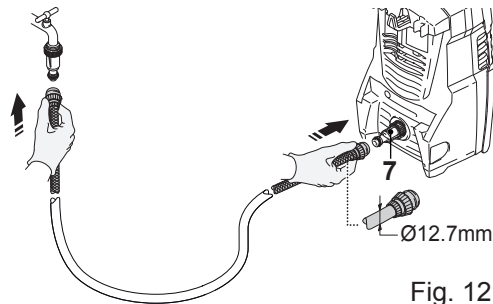

Fig. 12
Conecte una manguera adecuada a su suministro de agua y, a continuación, conecte el extremo opuesto de la manguera al racor de entrada (7) previamente instalado en la máquina (Fig. 12).